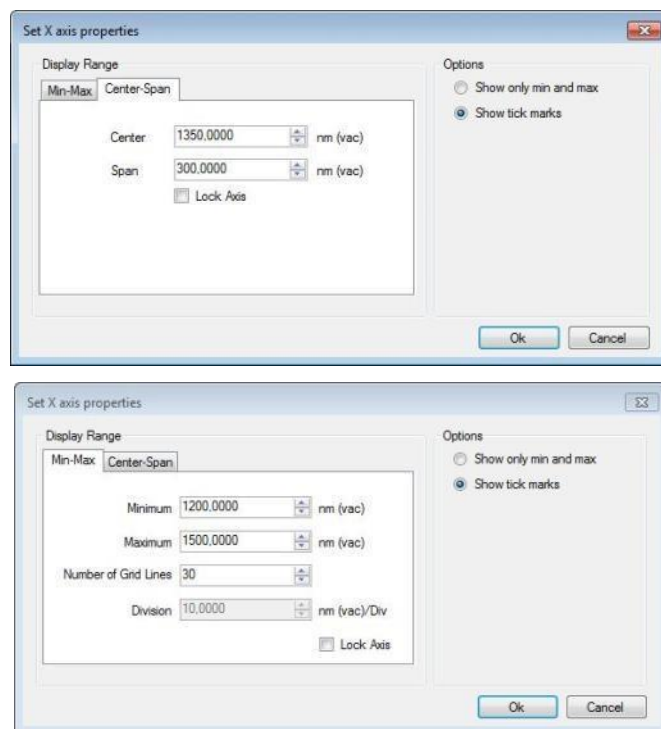

图16. 横轴参数设置对话框
点击主次纵轴都会弹出图16所示的对话框，从中可手动设置纵轴参数，包括最小和最大值、分度、中心波长和跨度。
- 主次轴的范围可以独立设置，点击轴上灰色部分将弹出轴设置对话框(图16)，用户可在此选定轴参数。需要注意的是，不管如何设置，主次轴的网格密度相同。一轴的网格密度改变，另一轴的网格密度也会改变。
- 主轴和次轴都可单独锁定在规定的范围内，只需在轴设置对话框中勾选"Lock Axis"复选框即可(图16)。